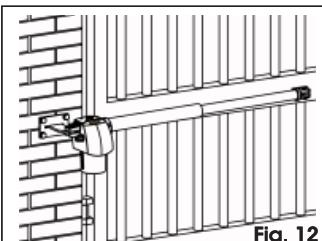

Fig. 12
- ⚠ De aandrijving G-BAT is in zowel de linkse als de rechtse versie beschikbaar. De aandrijving moet altijd worden geplaatst zoals aangegeven in Fig. 12. Met de rechtse aandrijving wordt bedoeld de aandrijving die, als u naar de poort kijkt vanaf de kant waar de aandrijving wordt geïnstalleerd, rechts van de vleugel zit (of op de rechtervleugel in geval van toepassingen).**